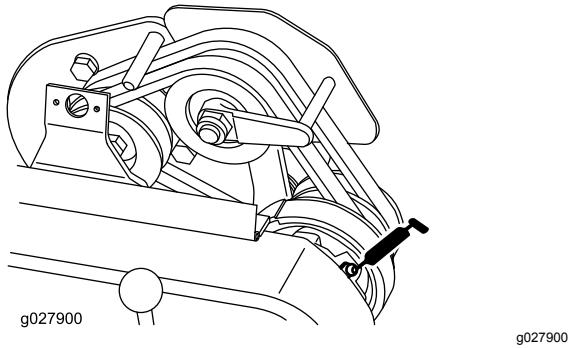

Bild 27
- 1 an den Riemenspanngelenken (Bild 27).